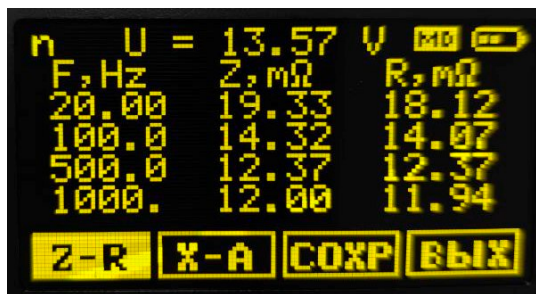

Рисунок 3.10
- экран «Z-R» - для значений модуля комплексного сопротивления и активной составляющей комплексного сопротивления (рисунок 3.10)